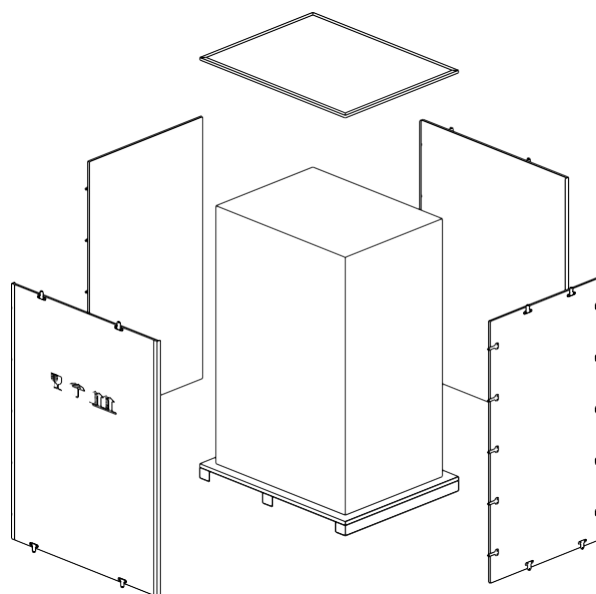

Figura 2-4 Desarme la caja
- 3) Abra la placa superior de la caja de madera con bordes de acero con punzón y muelle ranurados, seguido de los aparadores (consulte la Figura 2-4).